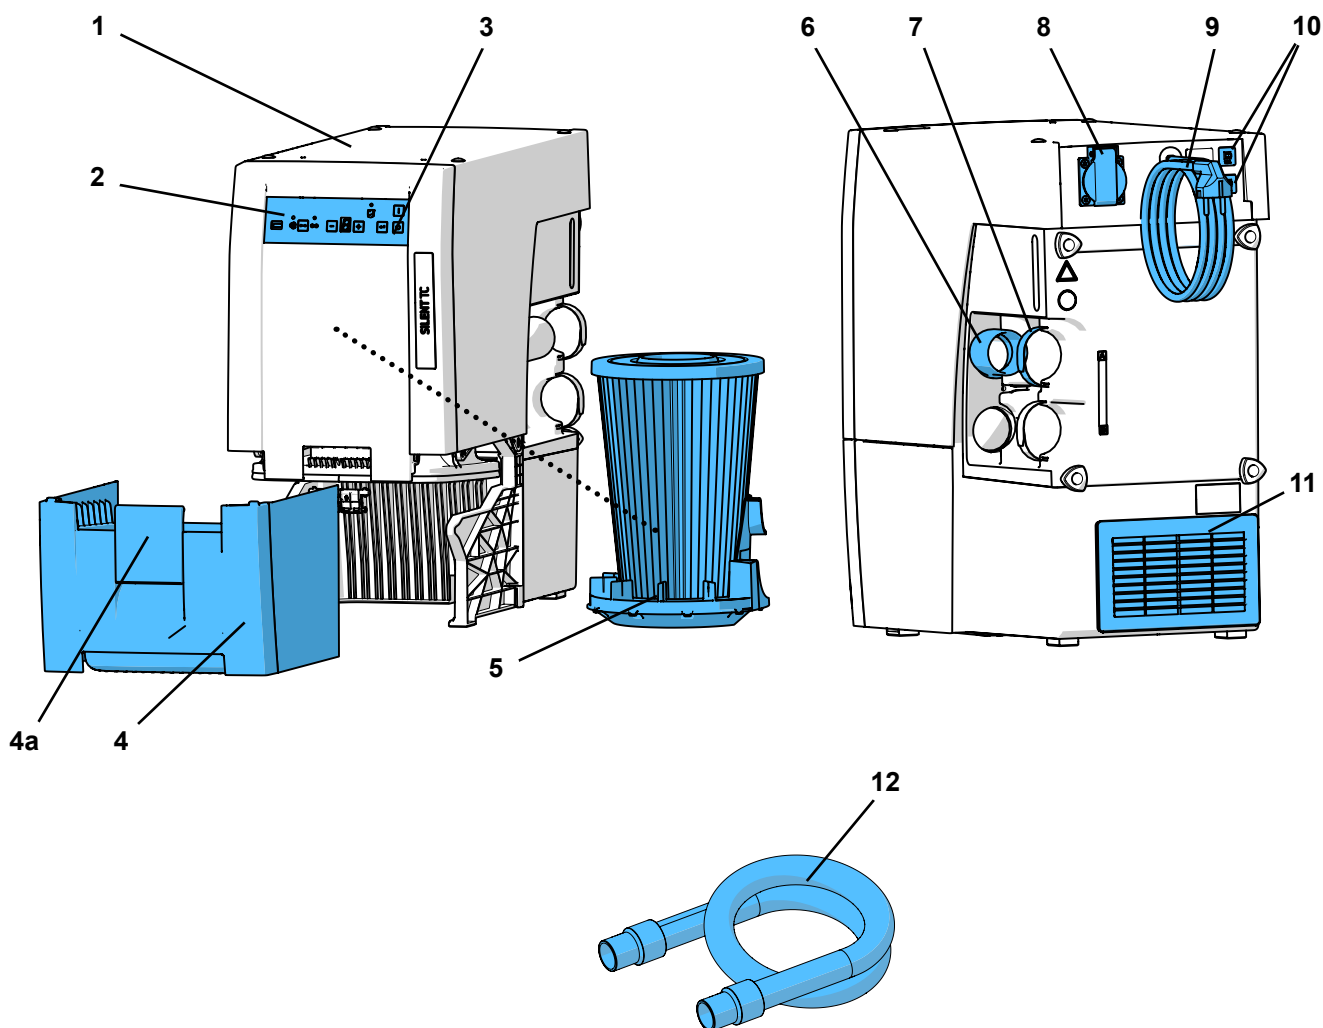

Fig. 1
- a exaustão de ar (11, Fig. 1) não fique obstruída.
- Condução externa de exaustão (A) (ver cap. 4.6).
- Abertura na parede do armário (B), no mín. 250 x 120 mm, diretamente à frente da exaustão de ar (11, Fig. 1).
- Remover a parede posterior do armário (C), distância das costas do armário em relação à parede: no mín. 50 mm.
⇒ Desenrole o cabo elétrico (9, Fig. 1) e insira o plugue em uma tomada da instalação elétrica do edifício.
- Modo automático (20):
- o funcionamento do aspirador depende de um aparelho elétrico conectado na tomada para aparelhos (8, Fig. 1).
- Modo contínuo (22):